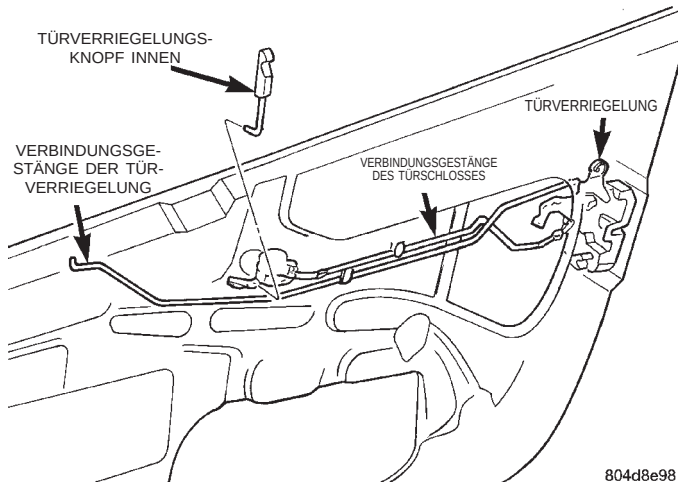

Abb. 30 Halteclips, Verbindungsgestänge der Türverriegelung und des Türschlosses
(1) Türverkleidung abbauen und Wasserschutzfolie abziehen.
(2) Scheibe anheben.
(3) Verbindungsgestänge des Türschlosses aus der Kurbel des Türschlosses aushängen.
(4) Die Verbindungsgestänge der Türverriegelung und des Türschlosses aus den Halteclips am Türinnenblech aushängen (Abb. 30).